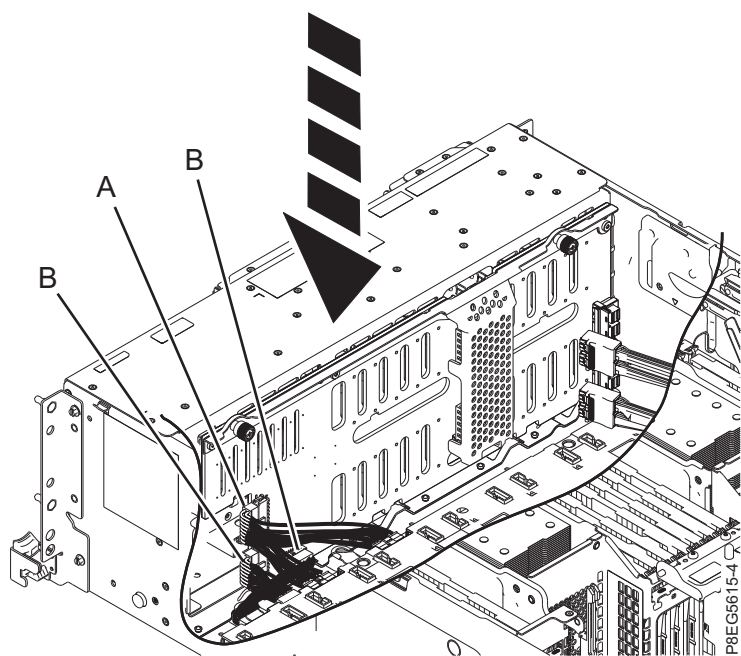

Figura 18. Reconectando os cabos de energia, sinal e painel de controle ao painel traseiro da unidade de disco
5. Reconecte os cabos de painel de controle e de sinal **(B)** e o cabo Y de energia **(A)** ao painel traseiro da unidade de disco, conforme mostrado em Figura 18.